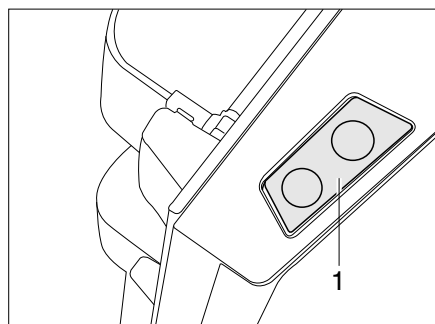

Bild 208 Entriegelungstaste der Kühlschranktür (Dometic 8er-Reihe)
- Die Entriegelungstaste (Bild 208,1) drücken und die Kühlschranktür öffnen.